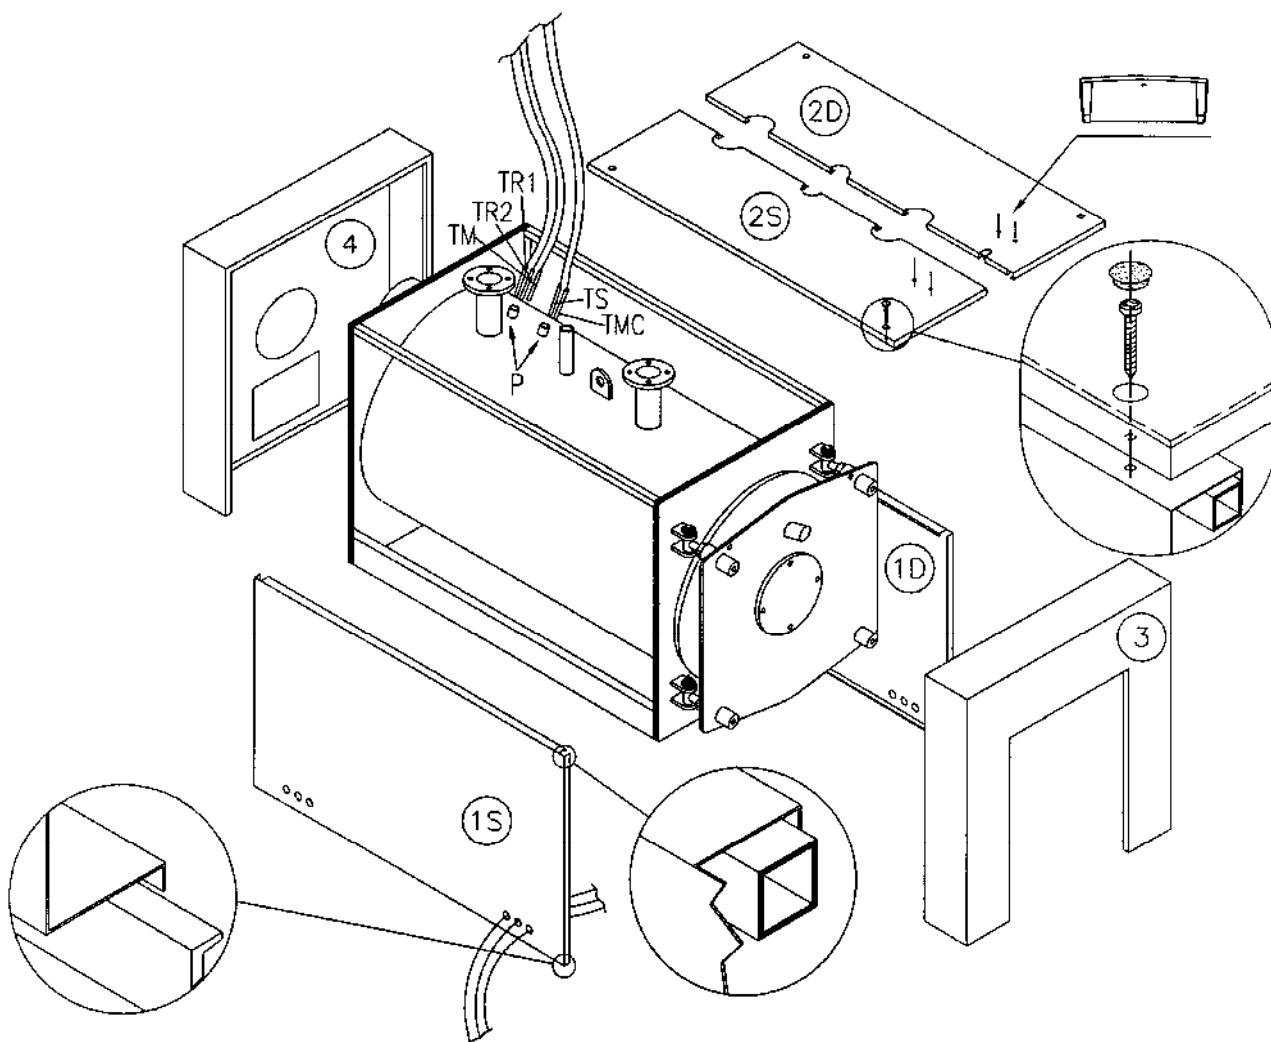

Рис. 8
4.2 ОБШИВКА КОТЛА REX 7÷40 /REX К 25÷40 (Рис. 8)
- Обернуть стекловатой корпус котла, оставляя свободными видимыми зумпфы для колб (P), расположенные на правой стороне.
- Зафиксировать верхние панели винтами и закрыть проходные отверстия заглушками (см.рис.8).